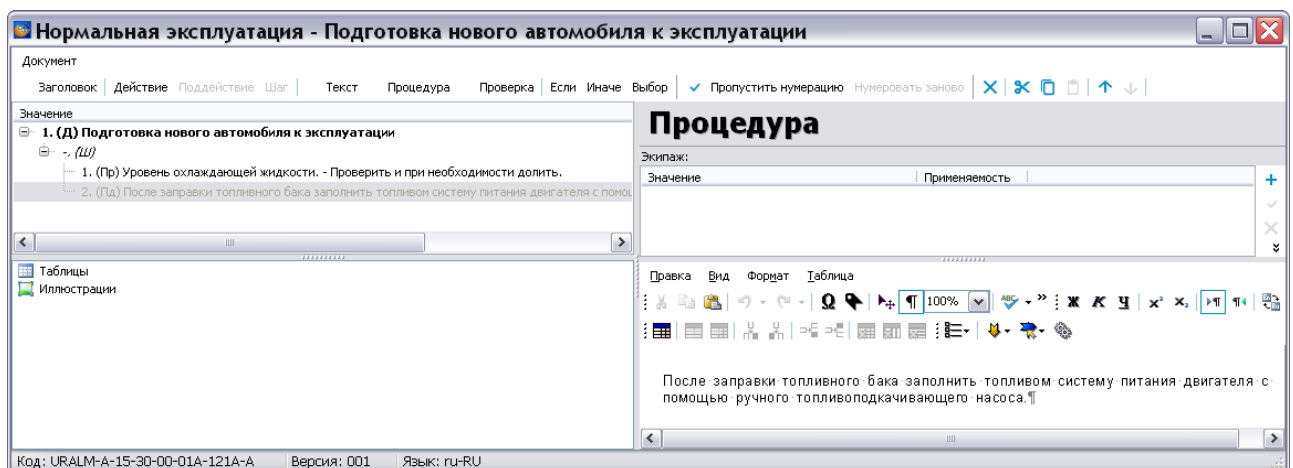

Рисунок 497
3) Введите текст, описывающий процедуру. Для того чтобы описание процедуры появилось в дереве значений, щелкните в дереве значений левой кнопкой мыши (рисунок 497).